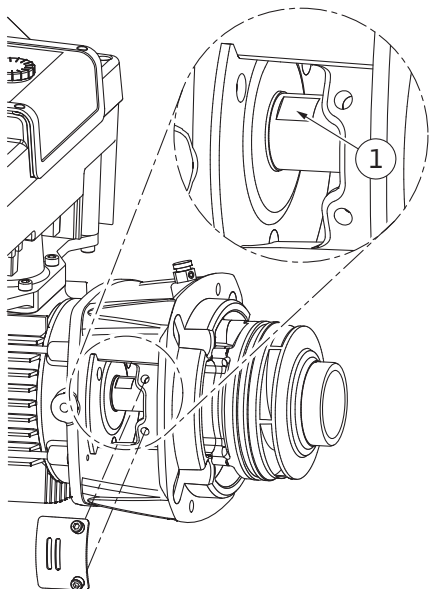

Fig. 110: Σημεία εφαρμογής κλειδιού στον άξονα
14. Εισαγάγετε ένα γερμανικό κλειδί (με άνοιγμα 22 mm) στο παράθυρο της λατέρνας και κρατήστε σταθερό τον άξονα από τα ειδικά σημεία εφαρμογής (Fig. 110, θέση 1). Ξεβιδώστε το παξιμάδι της περρωτής (Fig. I, θέση 22). Η περρωτή (Fig. I, θέση 21) βγαίνει αυτόματα από τον άξονα.
3. Εισαγάγετε ένα γερμανικό κλειδί (με άνοιγμα 22 mm) στο παράθυρο της λατέρνας και κρατήστε σταθερό τον άξονα από τα ειδικά σημεία εφαρμογής (Fig. 110, θέση 1).
10. Εισαγάγετε ένα γερμανικό κλειδί (με άνοιγμα 32 mm) στο παράθυρο της λατέρνας (Fig. IV, θέση 38) και κρατήστε σταθερό τον άξονα από τα ειδικά σημεία εφαρμογής (Fig. 110, θέση 1). Συναρμολογήστε την πτερωτή με ροδέλα(-ες) και παξιμάδι. Σφίξτε το παξιμάδι. Αποφύγετε ζημιές του μηχανικού στυπιοθλίπτη από στράβωμα.